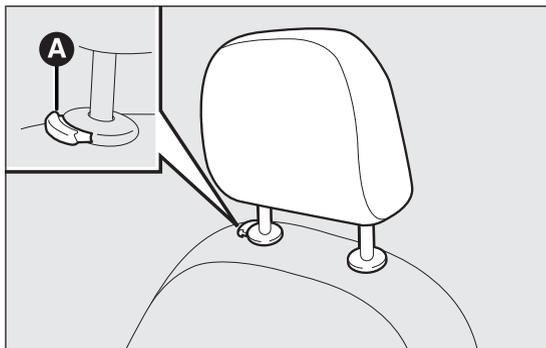

fig. 33
Sono regolabili in altezza e si bloccano automaticamente nella posizione desiderata fig. 33.
- Regolazione verso il basso: premere il tasto A fig. 33 ed abbassare l'appoggiatesta.